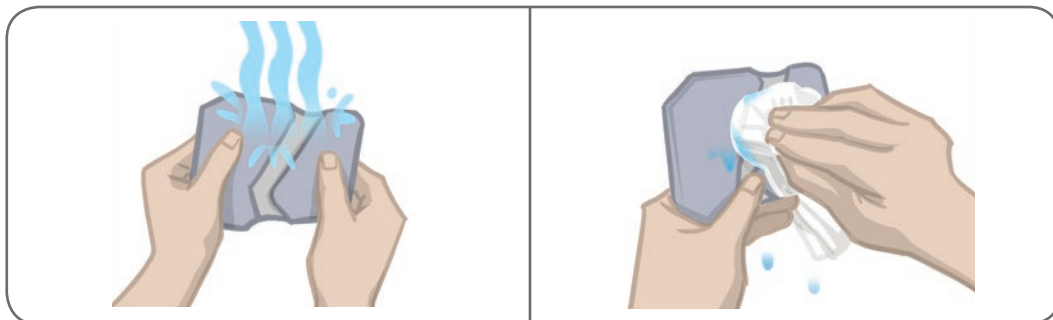

Ilustración 6-3: Cómo humedecer el electrodo y eliminar el exceso de agua
3. Humedezca con agua el Electrodo Quick Fit su totalidad. Consulte la ilustración 6-3.
4. Escurra el agua sobrante del Electrodo Quick Fit con un trapo. Consulte la ilustración 6-3.